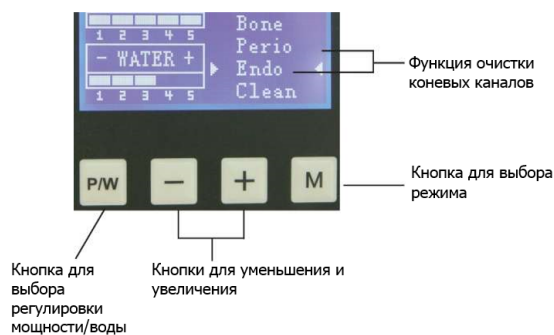

Рисунок 6
- 4.7. Убедитесь, что наконечник DS-II (LED) правильно подсоединен к разъёму для наконечника (Рис.6 - С, Рис.7);